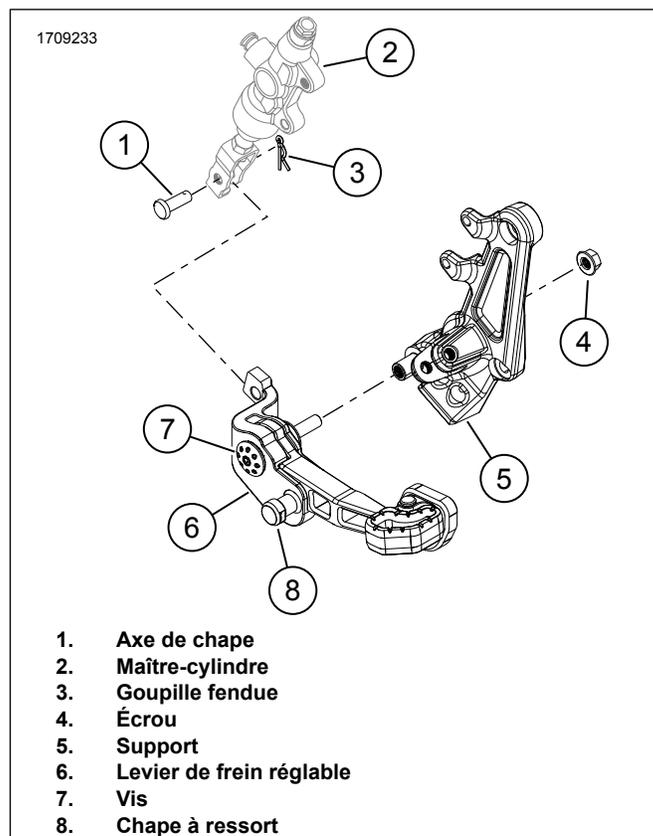

Figure 3. Levier de frein réglable
1. Voir la figure 3. Retirer le couvercle du filetage de protection de la vis (7).
2. Installer l'écrou (4) et le levier de frein réglable (6) avec la vis en un seul bloc. Serrer.
1. Voir la figure 3. Retirer la chape à ressort (8).
3. Aligner le chape à ressort (8) avec le cran et verrouiller en place.